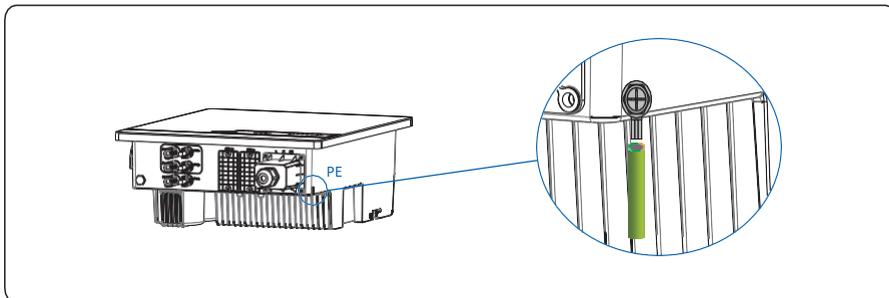

Figura 5.4 Fixe o cabo PGND
Passo 4 Prenda o cabo PGND (feito pelas etapas 1 e 2) usando o parafuso de aterramento e aperte o parafuso com um torque de 1,2 N·m usando uma chave de soquete, conforme mostrado na Figura 5.4.